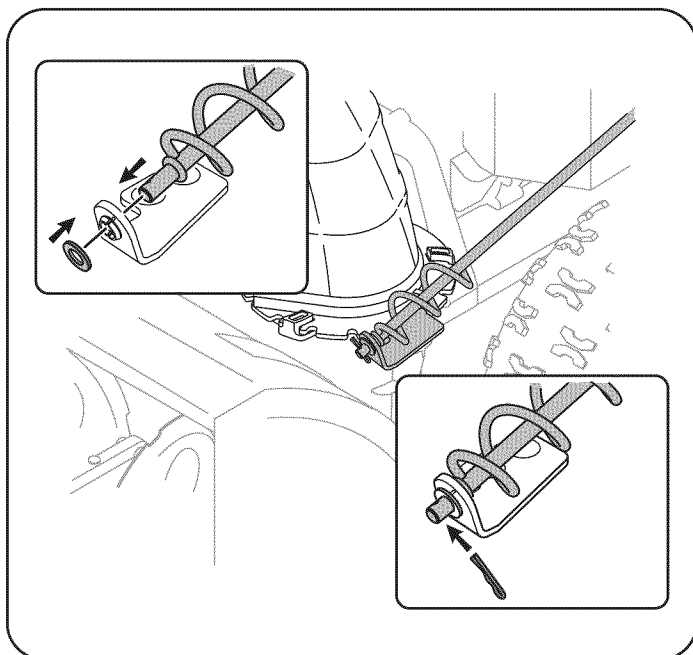

Figura 6
8. Inserte el extremo del control direccional del canal en el soporte inferior y asegúrelo mediante la arandela plana y el broche de horquilla que acaba de retirar. Vea la Figura 6. Si es necesario, puede ajustarse el soporte inferior. Consulte Ajuste del soporte del canal en page 46 en la sección de Servicio y Mantenimiento.